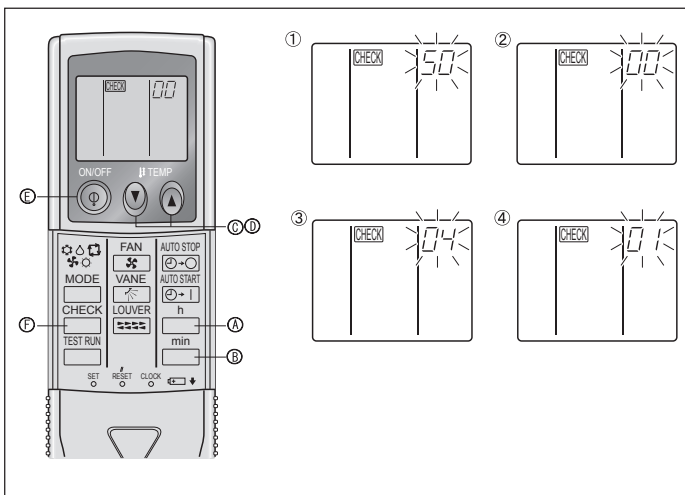

Fig. 6-9
- ⑧ กดปุ่ม MODE \odot แล้วโหมดและหมายเลขที่ตั้งค่า (I) และ (II) จะเปลี่ยนไปเพื่อให้ตั้งค่าและยืนยันการตั้งค่า
- ⑨ กดปุ่ม FILTER \odot และปุ่ม \odot ค้างไว้พร้อมกันอย่างน้อย 2 วินาที หน้าจอเลือกฟังก์ชันจะหายไปครู่หนึ่ง สัญญาณเปิดเครื่องปรับอากาศ OFF จะแสดงขึ้นมาบนหน้าจอ
2) สำหรับรีโมทคอนโทรลไร้สาย (Fig. 6-9)
- ① ไปที่โหมดเลือกฟังก์ชัน